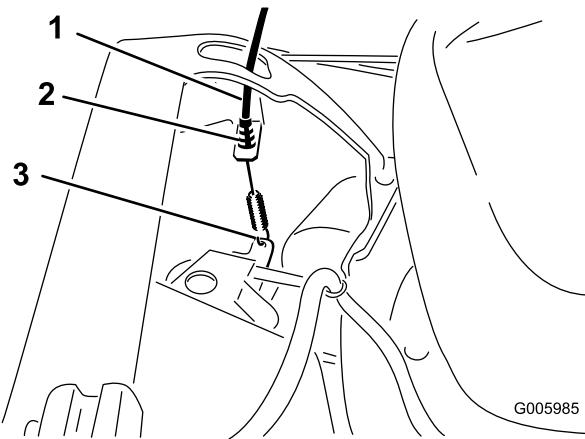

**Figura 6**
3. Pase el cable de freno de la cuchilla por fuera del manillar por fuera y conecte el extremo del cable (Figura 6).
6. Pase el cable del acelerador por fuera del manillar, inserte la cubierta del cable en la abrazadera y conecte el extremo del cable a la palanca del acelerador, en el motor (Figura 6 y Figura 8).